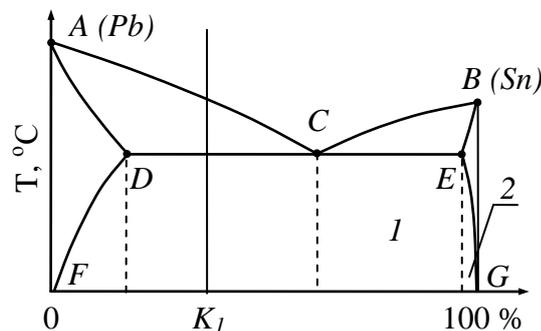

Рис. 1.
1. На рис. 1 изображена диаграмма состояния Pb-Sn. Как называется линия DCE?
2. Структура сплавов в областях 1 и 2 диаграммы, представленной на рис. 1, состоит:
3. Кривая охлаждения для сплава в концентрации K_1 , представленной на рис. 1, выглядит: